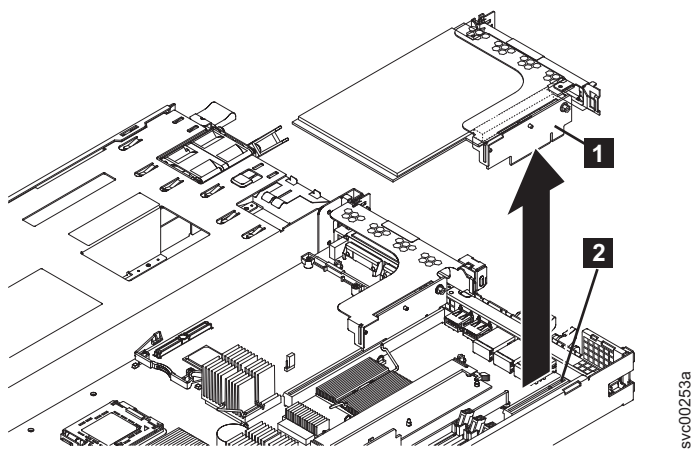

図 211. SAN ボリューム・コントローラー 2145-CG8 または 2145-CF8 用のファイバー・チャンネルのライザー・カード・アセンブリーの取り外し
11. アダプター・アセンブリーの後部レールの留めねじを取り外した後、図 211 に示すように、ライザー・カード・アセンブリーの片側をつかんで引き上げ、スロット 1 ライザー・カード・コネクタから外します。ライザー・カードがコネクタから離れたら、カード・アセンブリーを慎重にひねって、アセンブリーをノードから分離します。